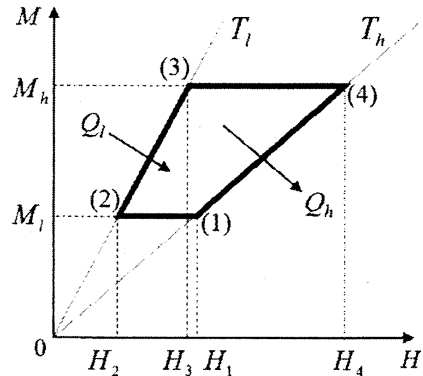

図3 モデル磁性体を使ったサイクル
各過程における熱力学的考察に基づくと、図3に示すように  $T_l$  の低温熱源から熱  $Q_l (> 0)$  を吸収し、 $T_h$  の高温熱源に熱  $Q_h (> 0)$  を放出するカルノー機関を実現するためには、サイクルを (お) { (1)→(2)→(3)→(4)→(1) / (1)→(4)→(3)→(2)→(1) } の順にまわす必要がある。こ